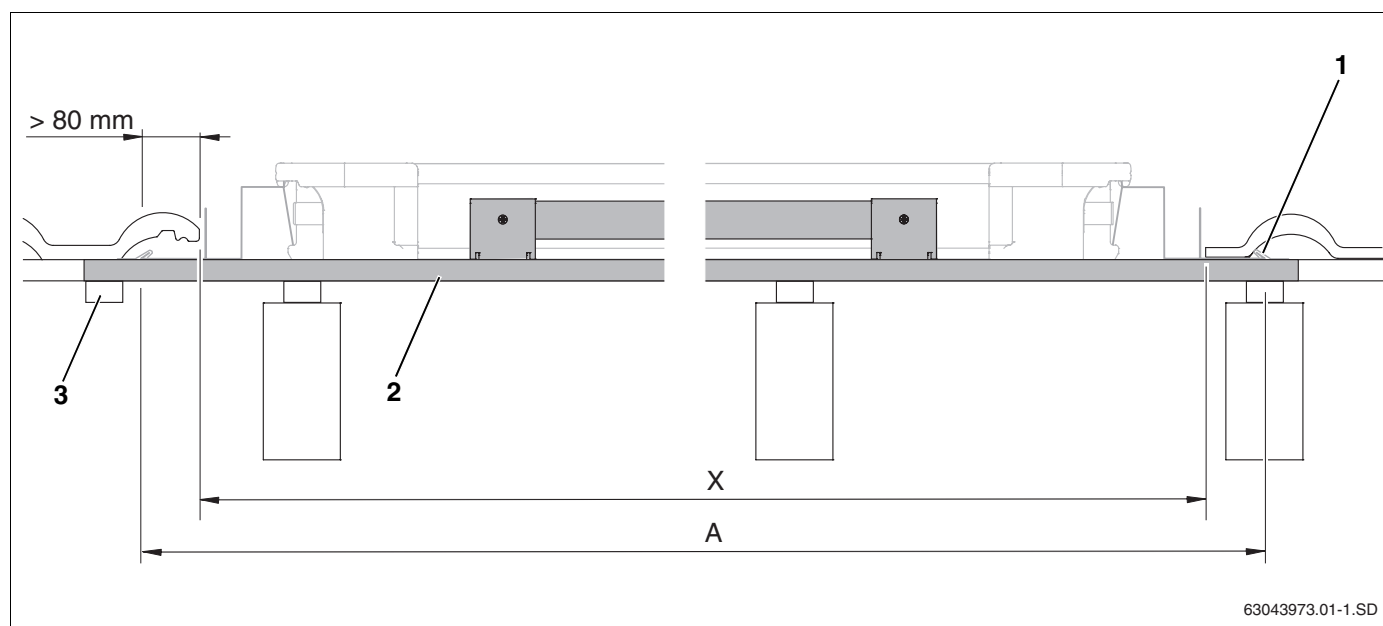
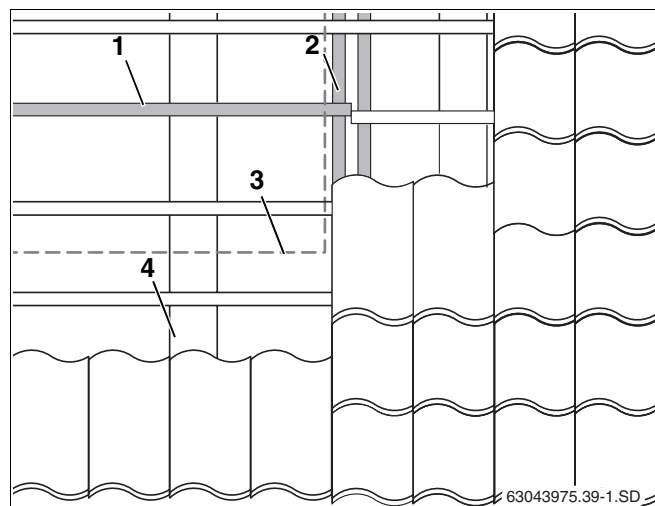

Fig. 9 Lunghezza dei listelli da tetto aggiuntivi (qui: primo listello da tetto in basso con sicurezza anti scivolamento)
Fig. 13 Spostamento di listelli da tetto del campo di collettori
La lunghezza minima dei listelli da tetto aggiuntivi (fig. 9, **pos. 2**) corrisponde alla larghezza del campo di collettori (tab. 5, pag. 14, misura A) più ca. 10 cm per i tasselli laterali (fig. 9, **pos. 1**).
- Fissare i giunti dei listelli sui travetti inclinati o collegarli in maniera adeguata, ad es. fissarli utilizzando i listelli già disponibili (fig. 9, **pos. 3** e fig. 13, **pos. 2**).
Se è necessario montare un listello da tetto aggiuntivo (fig. 13, **pos. 1**) nell'area di un listello già presente, quello presente deve essere spostato nell'area del campo di collettori (fig. 13, **pos. 3**) e fissato in maniera adeguata (fig. 13, **pos. 2**).